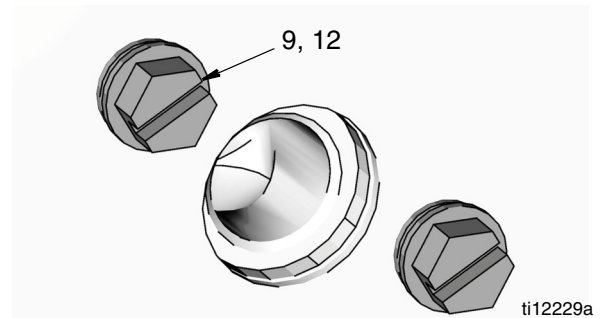

ABB. 27
6. Entfernen Sie nur die obere Schraube (12) und die Scheibe (9) (ABB. 27).